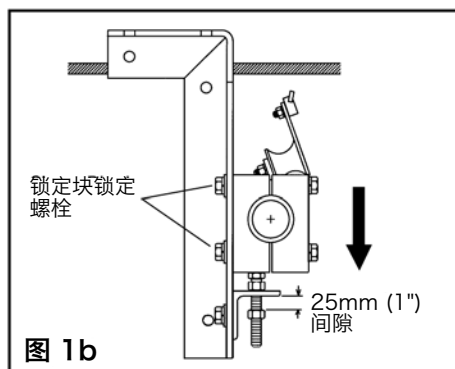

图 1b
- b. 松开两侧的锁定块锁定螺栓并下移固定杆, 使其停在升高后的上调整螺栓止动螺母上 (图 1b)。